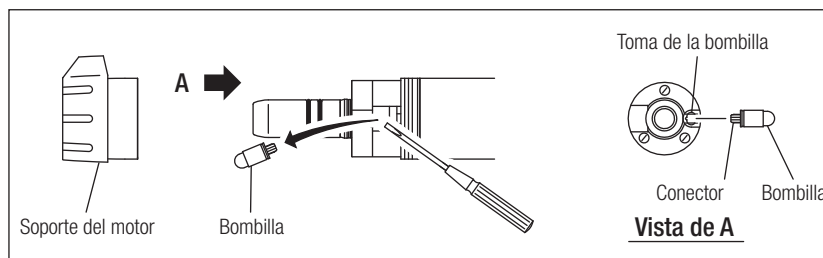

Fig. 22
- 1) Afloje el alojamiento del motor y suéltelo, y retire la bombilla antigua usando la pequeña patilla, como destornillador de precisión. (Fig. 22)